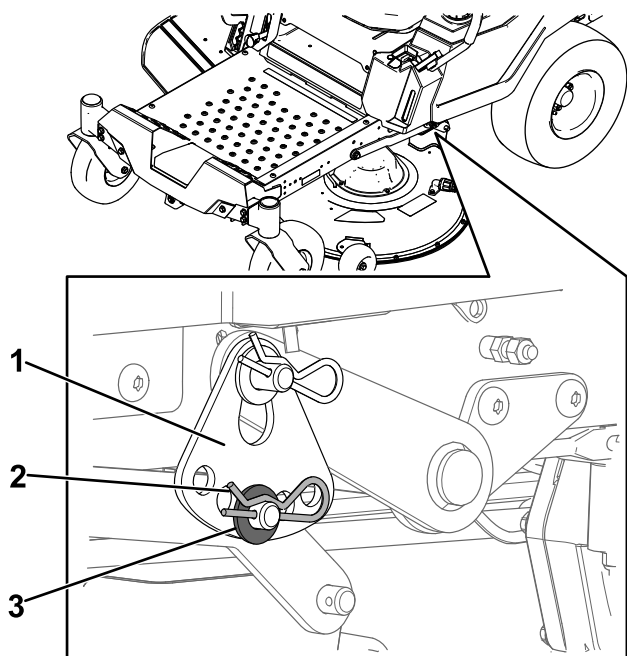

Figure 71
6. Retirez la goupille fendue et la rondelle de l'axe inférieur du bras de levage (Figure 71).